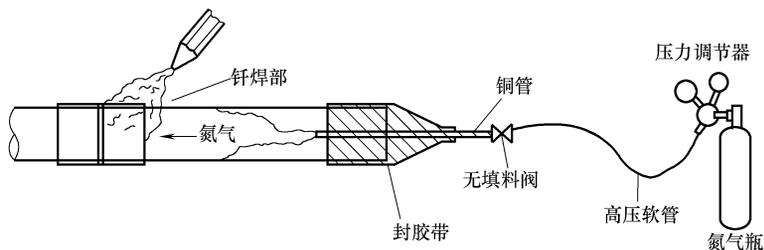

图 3-51 充氮保护焊接
(1) 焊前清洁 铜管接头应清洁光亮, 无油污、氧化层、毛刺或凹凸, 以防止产生气孔或虚焊。采用锉刀和铰刀对管口进行处理, 除去管口毛刺。清理时管口应侧向下, 清理完应轻轻敲打管壁避免碎屑进入管道内部。管道外壁的油污涂料应采用湿布进行擦拭清除。
(2) 充氮保护 铜管焊接时需充入氮气进行保护焊接以防铜管被氧化。焊接时应保持焊接区域氮气微压 (调节氮气瓶上的压力表使压力保持在 $3 \sim 5 \text{ kgf/cm}^2$), 让氮气定向充入正在钎焊的管道内。焊接完成应待铜管完全冷却后, 方可停止充入氮气。充氮保护焊接如图 3-51 所示。铜管另一端可用铜管配套的塑料保护盖盖住, 并用针扎几个小洞以起到节约氮气的作用并保证氮气在内部流动。
(3) 焊接火焰和温度要求 钎焊温度应比铜管的熔点温度低, 控制在 $650 \sim 800^\circ\text{C}$ 之间。